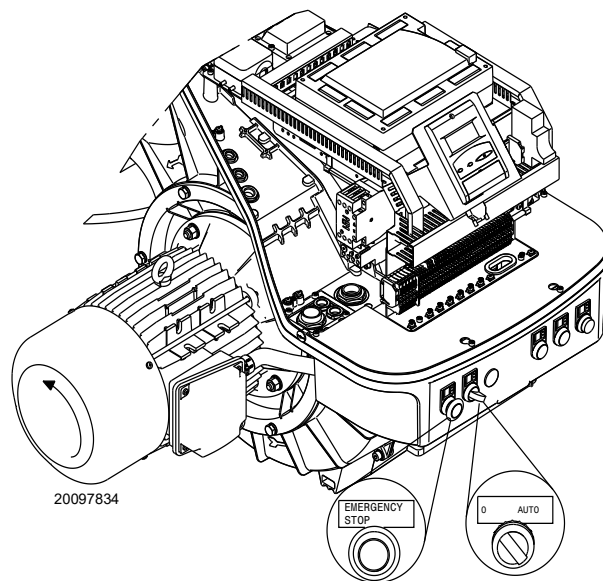

Fig. 25
Așezați comutatorul Fig. 25 în poziția „**AUTO**”.
Când arzătorul pornește, verificați direcția de rotație a motorului, așa cum se arată în (Fig. 25).
- rotiți comutatorul Fig. 25 în poziția „**0**” și așteptați oprirea echipamentului;